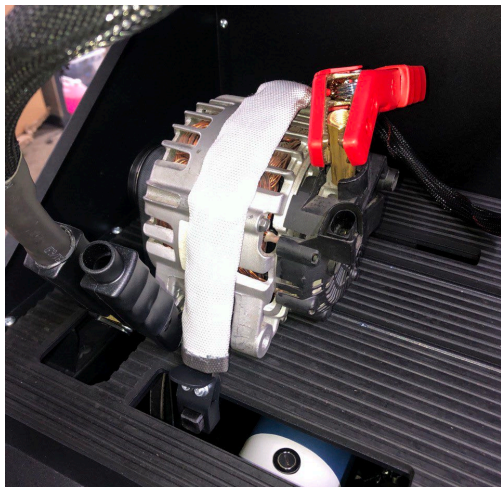

图 16. 交流发电机功率导线连接
7.将黑色功率导线 “B-” 连接至设备外壳，将红色功率导线 “B+” 连接至适配器（见图 16）。